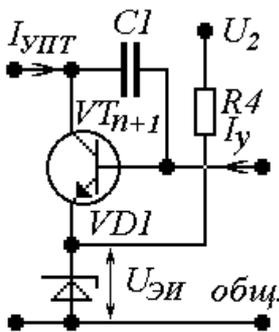

Рис.11. Вариант 1
$$U_{K_{n+1}} = U_{2ном} - U_{ЭИ} + \sum_{l=1}^n U_{БЭ_l}, \text{ для рис. 11, 12.} \quad (29)$$
$$I_{УПТдоп} \leq \frac{0.5P_{Кдоп}}{U_{K_{n+1}}}, \text{ для рис. 11...20.} \quad (33)$$
$$U_{ЭИ} \leq U_{2ном} - 3B, \text{ для рис. 11, 12, 17, 18, 19, 20.} \quad (34)$$
$$R_4 \leq \frac{U_{2ном} - U_{ЭИ}}{I_{cm1 \min}}, \text{ для рис. 11, 12, 17, 18, 19, 20.} \quad (36)$$